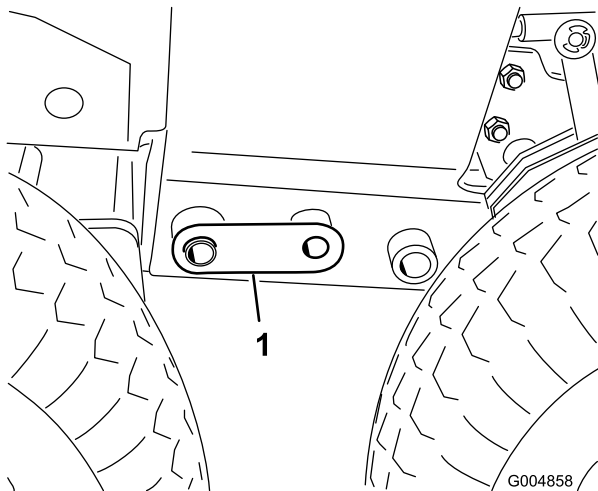

Figura 110
33. Regolate il martinetto per allineare i fori da 2,5 cm nel telaio e montate un perno dell'accoppiatore su ciascun lato (Figura 110).